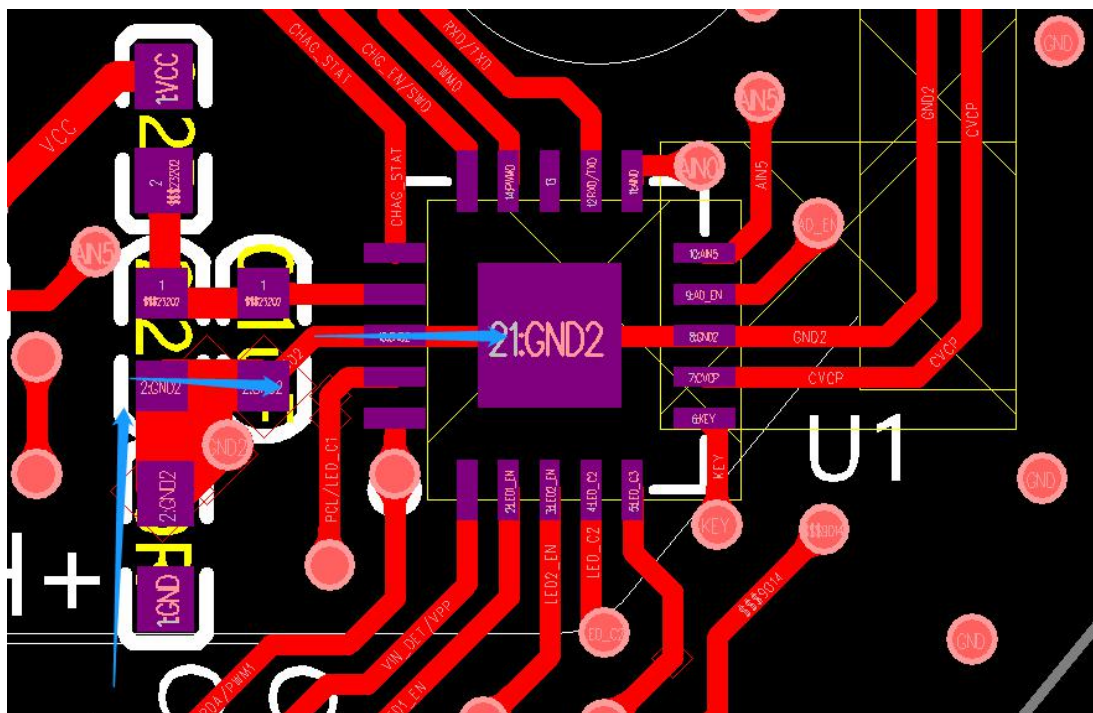

图 3 芯片 GND 接地方案
- 2) 咪头负极连接方式：咪头负极与 PT5.7 单线连接（MCU 第 8 脚），PT5.7 通过 EPAD 接入 GND，如图 3 所示。